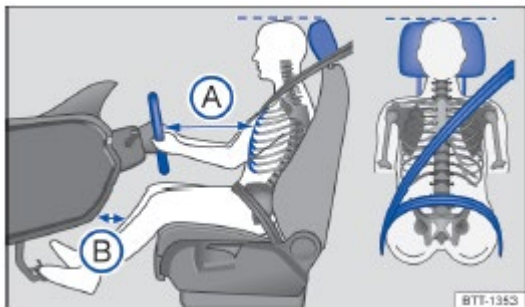

Рисунок 15. Схематическое изображение: Безопасное расстояние между водителем и рулевым колесом, правильное положение ремня безопасности и подголовника.
- Отрегулируйте подголовник так, чтобы его верхний край был на уровне макушки, но не ниже ваших глаз. Затылок должен быть как можно ближе к подголовнику → Рисунок 15.